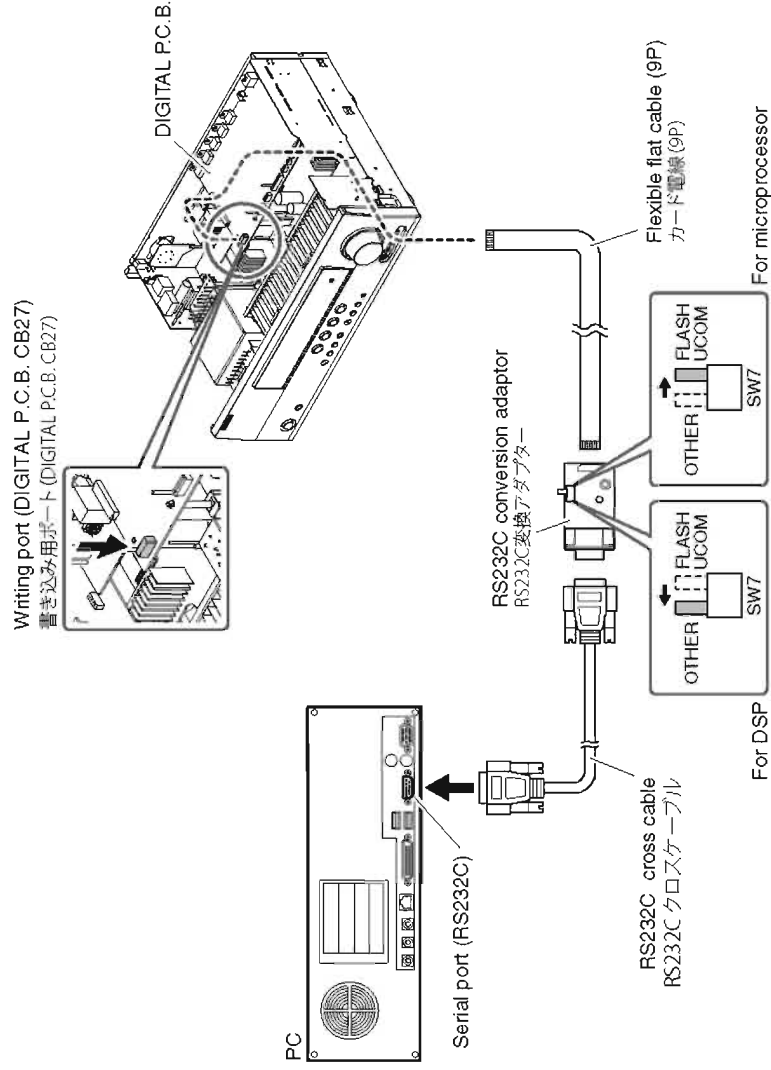

Fig. 1
2. Connect the writing port (CB27 of DIGITAL P.C.B.) of this unit to the serial port (RS232C) of the PC with RS232C cross cable, RS232C conversion adaptor and flexible flat cable as shown below. (Fig. 1)
3. Set the switch (SW7) of RS232C conversion adaptor as shown below. (Fig. 1)
2. 本機の書き込み用ポート (DIGITAL P.C.B. CB27) とPCのシリアルポート (RS232C) を下記のように接続します。(Fig.1)
3. RS232C 変換アダプターのスイッチ (SW7) を下記のように設定します。(Fig.1)